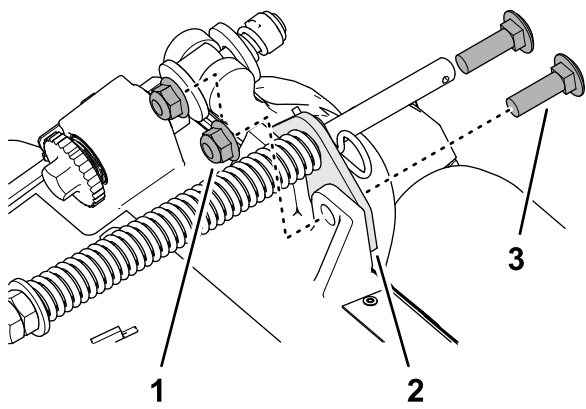

图 14
2. 拆下将草坪补偿支架固定到滚刀组架的 2 个凸缘锁紧螺母 $\frac{3}{8}$ 英寸和 2 个托架螺栓 $\frac{3}{8}$ x $\frac{1}{4}$ 英寸图 14。